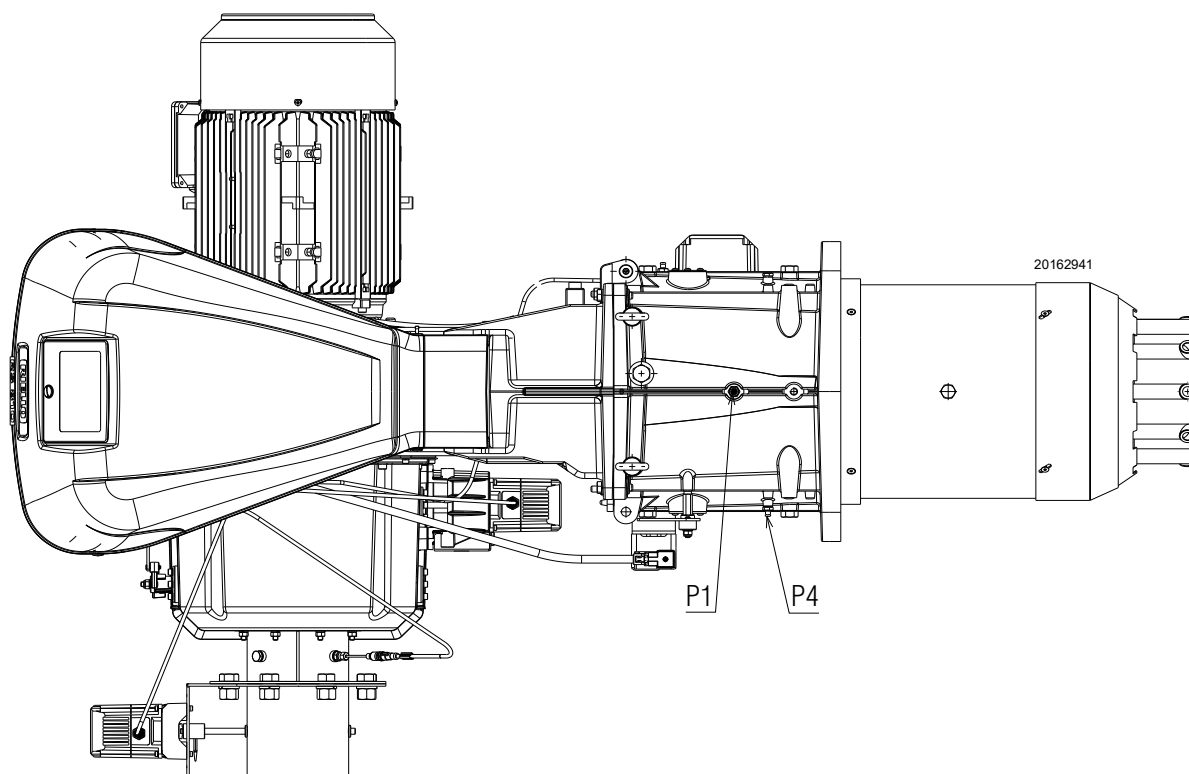

Fig. 20
Pressione del gas misurata alla presa P1)(Fig. 20), con:
- sottrarre dalla pressione del gas alla presa P1)(Fig. 20) la pressione in camera di combustione.
$$\begin{aligned} \text{Pressione del gas alla presa P1)(Fig. 20)} &= 43.7 \text{ mbar} \\ \text{Pressione in camera di combustione} &= 2 \text{ mbar} \\ 43.7 - 2 &= 41.7 \text{ mbar} \end{aligned}$$
Per conoscere invece la pressione del gas necessaria alla presa P1)(Fig. 20), fissata la potenza MAX alla quale si desidera funzioni il bruciatore:
- Leggere sulla destra, colonna 1, la pressione alla presa P1)(Fig. 20).
pressione necessaria alla presa P1)(Fig. 20).